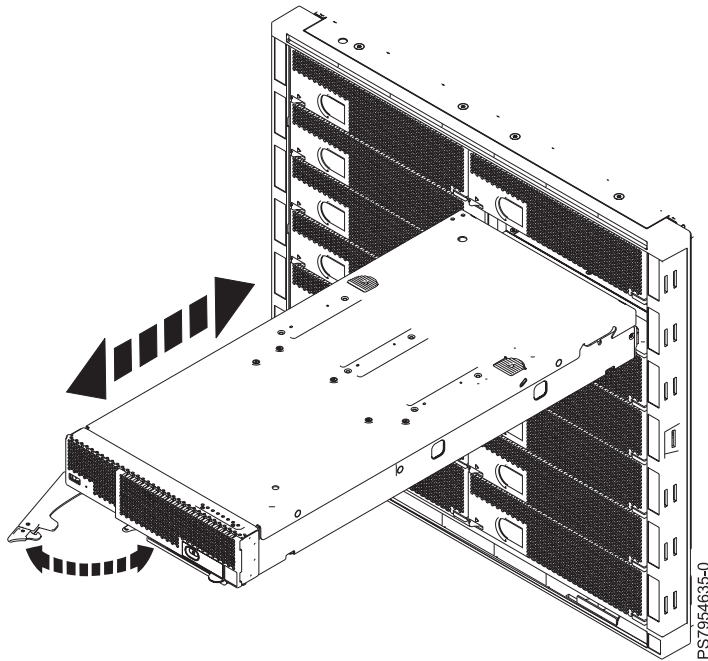

Figure 5. Retrait du noeud de traitement du châssis IBM Flex System Enterprise
5. Ouvrez la poignée de déverrouillage comme indiqué dans la figure 5, à la page 33. Le noeud de traitement peut être sorti de la baie d'environ 0,6 cm.